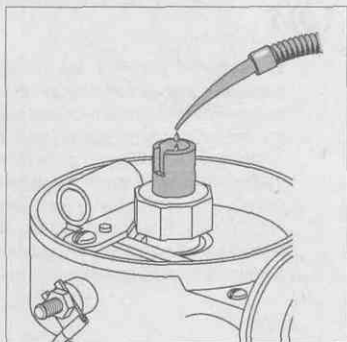

Рис. 12.32. При наличии флица капните несколько капель машинного масла внутрь валика
2. Посмотрите сверху на валик распределителя, где устанавливается ротор. Если внутри есть флиец, капните туда несколько капель машинного масла (рис. 12.32). Если подходящего масла под рукой не оказалось, ничего страшного, просто не забудьте об этом при проведении следующих регулировочных работ.²